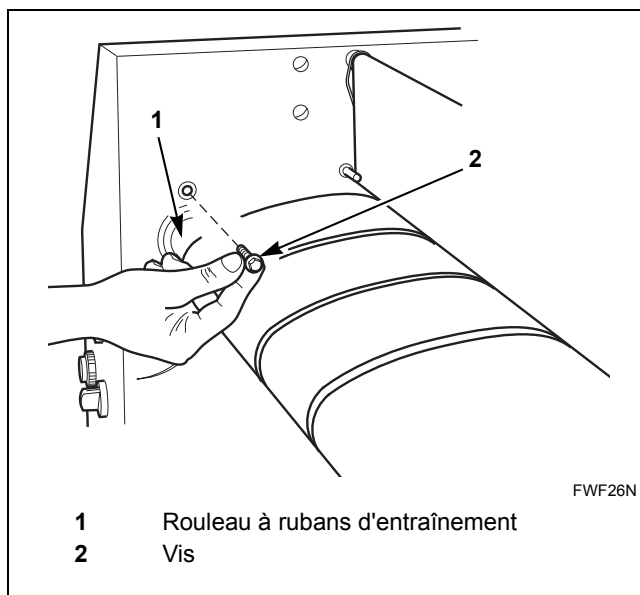

Figure 27
6. Déverrouiller le cylindre d'entraînement à l'intérieur du panneau latéral gauche en enlevant deux vis. Maintenir le cylindre en place et vérifier le sens dans lequel le roulement est monté. Se reporter à la *Figure 27*.